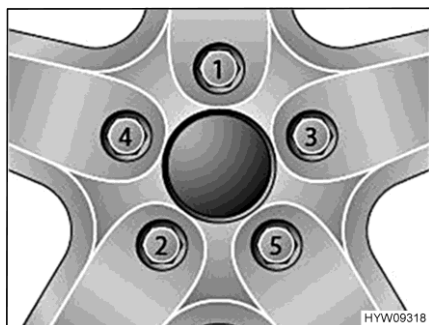

Fig. 113 Serraggio a croce di dadi delle ruote e bulloni delle ruote
- Serrare i dadi delle ruote o i bulloni delle ruote nell'ordine riportato in Fig. 113. A tale scopo, utilizzare una chiave dinamometrica e rispettare la coppia di serraggio indicata (vedi paragrafo 14.5).
- Controllare regolarmente il serraggio dei dadi o dei bulloni. Regolare il serraggio dei dadi delle ruote o dei bulloni delle ruote di una ruota sostituita dopo circa 50 km. A tale scopo, procedere seguendo l'ordine indicato in Fig. 113.
- Se si utilizzano cerchioni nuovi o riverniciati, regolare il serraggio dei bulloni o dei dadi dopo altri 1000 - 5000 km. A tale scopo, procedere seguendo l'ordine indicato in Fig. 113.